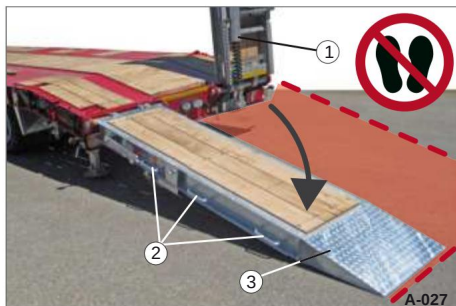

Bild 28 Manuell infällning
ÿ Stå på sidan på uppfartsrampen (bild 28/3).
ÿ Dra ner rampen med hjälp av ett av handtagen (Bild 28/2).
• Dra uppfartsrampen uppåt med hjälp av handtaget (Bild 28/2).